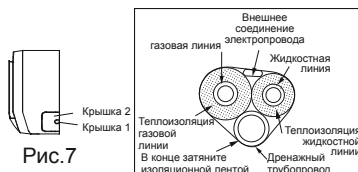

Рис. 7
1. При прокладке трубопровода и электропроводки с правой или левой части внутреннего блока удалите крышки 1 или 2 при необходимости (как показано на Рис. 7).